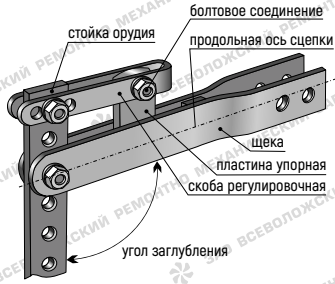
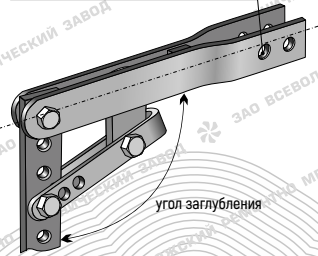

Рисунок 1. Установка сцепки опорной пластиной вверх (стандартная).
Рисунок 2. Установка сцепки опорной пластиной вниз
- установить и закрепить сцепку в сцепном устройстве мотокультыватора упорной пластиной или винтом вверх, см. рисунок 1, 4 (при необходимости увеличения диапазона регулировки рабочей высоты стойки навесного орудия возможна установка сцепки упорной пластиной [винтом] вниз, см. рисунок 2);
- разверните регулировочную скобу или винт из транспортного положения в рабочее (см. рисунок 1, 2, 3, 4), и отрегулируйте угол заглубления орудия совмещением соответствующих отверстий в стойке и регулировочной скобе (ступенчатого), либо вращением регулировочного винта (плавного). Заданный угол заглубления зафиксируйте крепежом из состава сцепки;